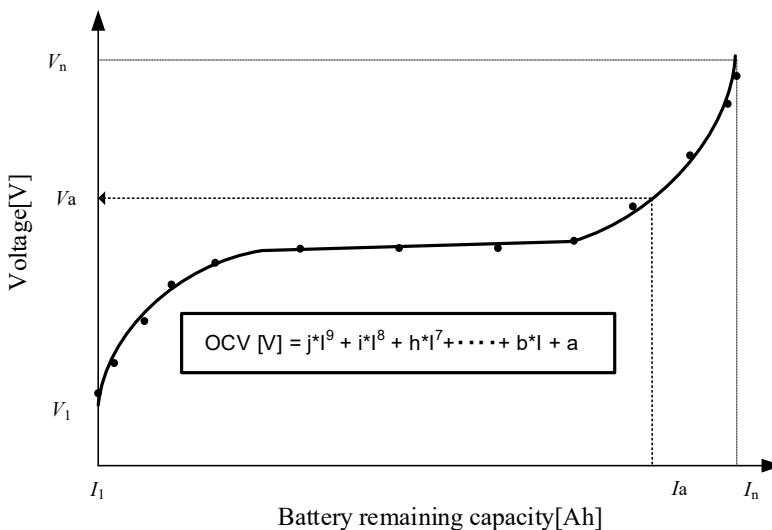

图3 对放电特性进行近似的9次多项式的设置
- 设置SOC100%、SOC0%时的剩余容量值。符合图3中的In、I1设置。